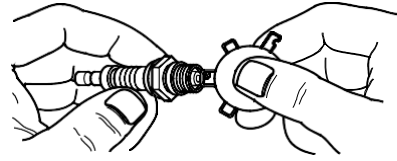

Рисунок 4-6. Свічка запалювання
- Перевірте зазор між електродами за допомогою дрягача шупа та встановіть зазор свічки запалювання до 0,6–0,7 мм (0,024–0,028 дюйма). Див. **Рисунок 4-6**.